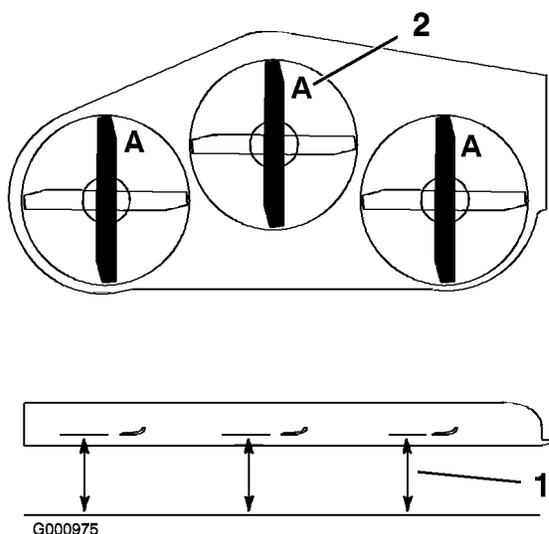

Figure 81
3. Tournez les lames dans le sens longitudinal (Figure 81). Mesurez la distance entre la surface plane et le tranchant (position **A**) des lames (Figure 81) et notez cette valeur.